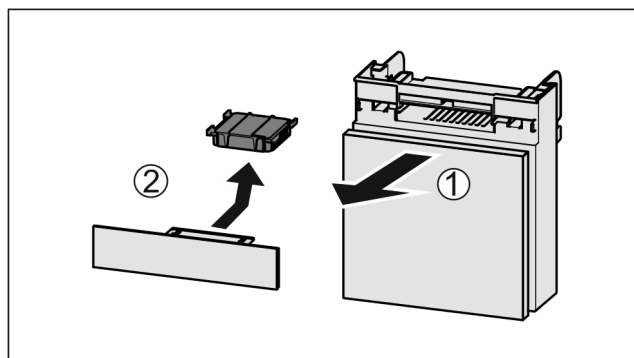

Fig. 202
- Estrarre il vano tirando in avanti Fig. 202 (1).
- Rimuovere il filtro a carboni attivi Fig. 202 (2).